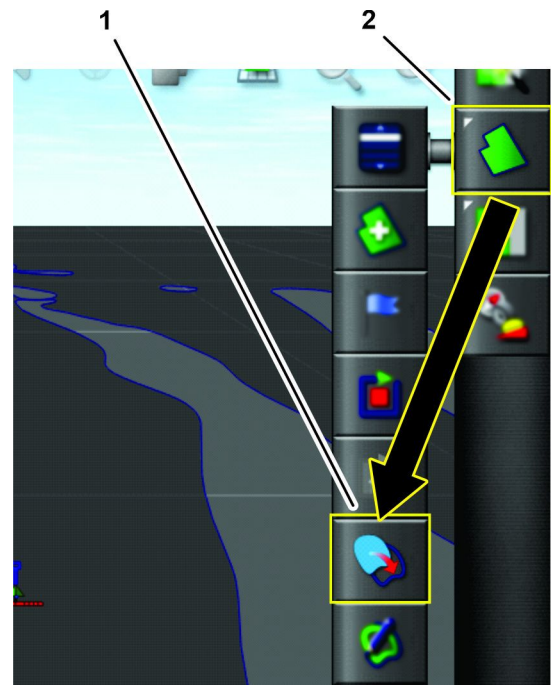

Рисунок 73
4. Нажмите на значок МЕНЮ ПОЛЯ и затем нажмите на значок «СОЗДАНИЕ ГРАНИЦЫ ИЗ ШЕЙП-ФАЙЛА» (Рисунок 73).